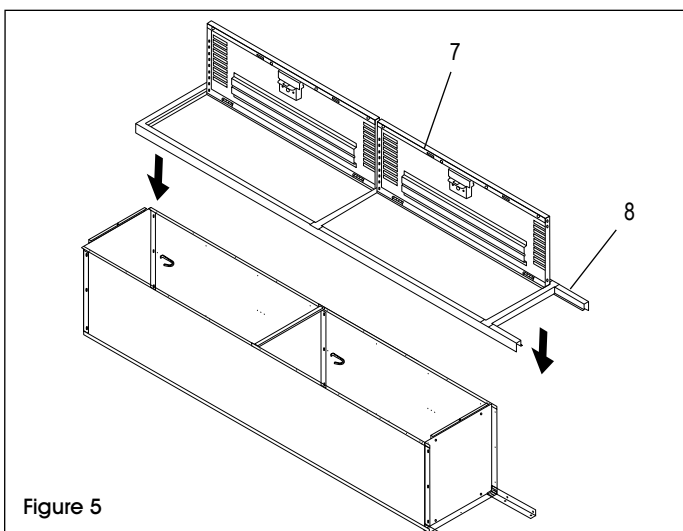

Figure 5
8. Placez les ensembles de porte et de cadre (7 et 8) par-dessus le corps du casier. Assurez-vous que les côtés du corps sont à l'intérieur des cadres et non entre les cadres. Fixez le haut à l'entête du cadre et le fond au seuil du cadre (un boulon chacun). Pour finir, fixez le cadre à l'aide de 16 boulons et écrous. (Voir Figure 5)